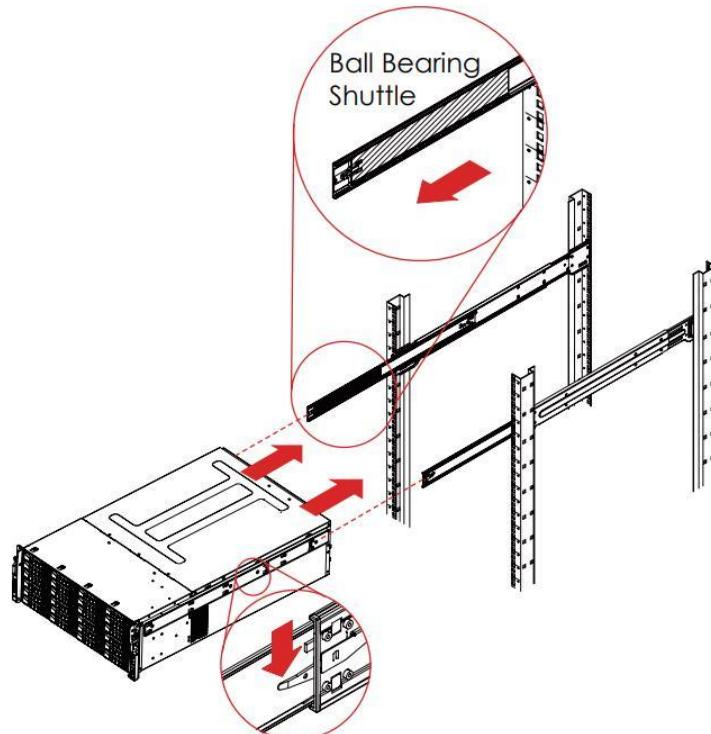

Рисунок 154. Установка модуля управления в стойку
6. Вставьте корпус модуля в стойку так, чтобы закрепленные на корпусе рельсы встали на свои места в конструкции телескопических направляющих закрепленных в стойке и задвиньте корпус в стойку (см. Рисунок 154).